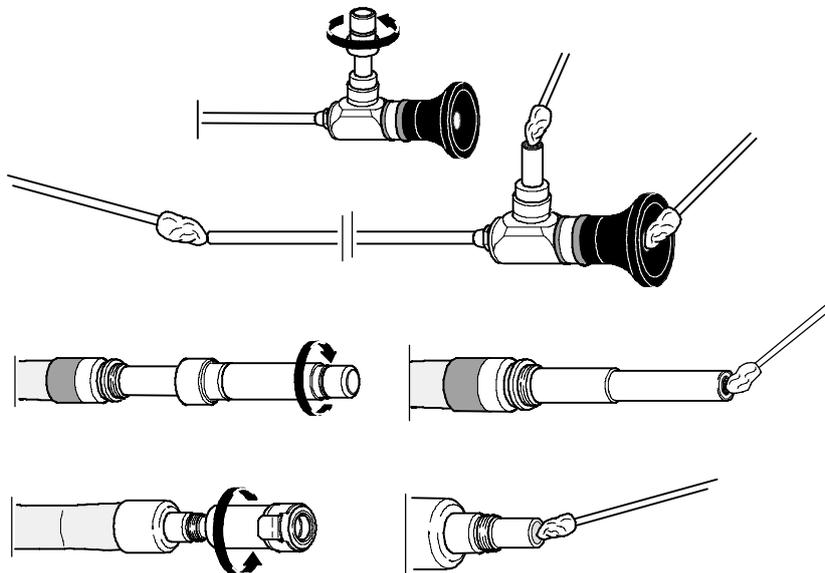

Рис. 15
- ◇ Открутите деталь для подсоединения лампы тлеющего свечения (рис. 15) и положите его в короб для инструментария или установите в соответствующий кронштейн.
После машинной подготовки вытрите поверхности стекла, входа и выхода светового луча тряпкой или тампоном (рис.15).